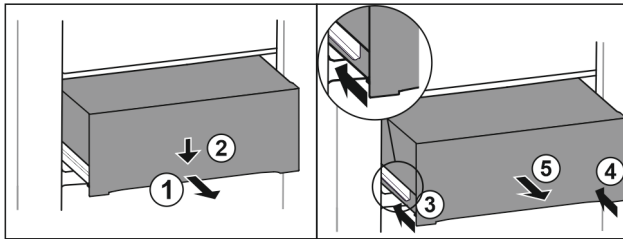

Fig. 158
- Schubfach halb herausziehen. Fig. 158 (1)
- Schubfach an der Vorderseite nach unten drücken. Fig. 158 (2)
- Linke Schiene etwa 2 cm einschieben. Fig. 158 (3)
- Rechte Schiene etwa 2 cm einschieben. Fig. 158 (4)
- Schubfach nach vorne entnehmen. Fig. 158 (5)